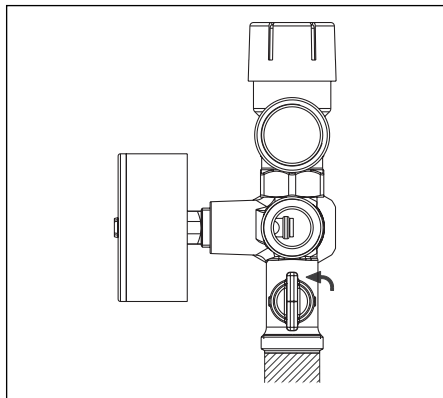

Abb. 6.17 Entleerungskugelhahn Sicherheitsgruppe
4. Öffnen Sie den Kugelhahn an der Sicherheitsgruppe mit einer 90°-Drehung nach links (senkrechte Position, Abb. 6.17).